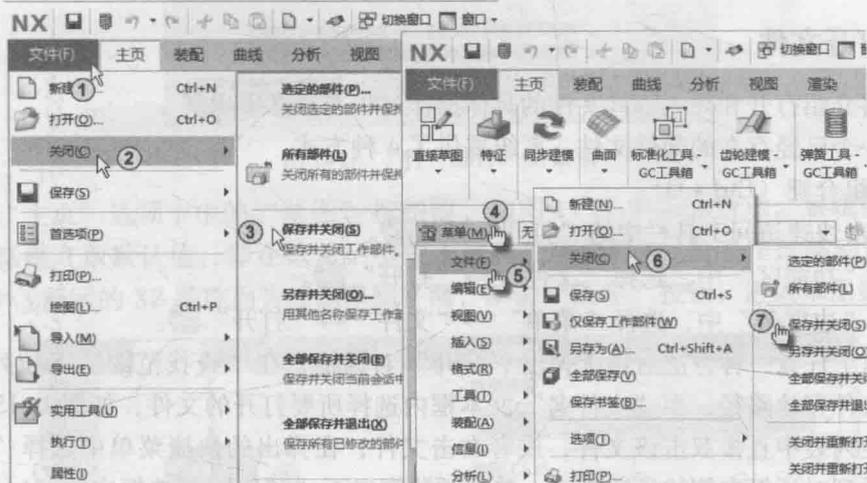

图 1-13 关闭
- 3) 在“功能区”中，选择“文件”→“关闭”命令后再选择一种方式来关闭。如图1-13中①~③所示。
- 4) 在“边框条”中，选择“菜单”→“文件”→“关闭”命令后再选择一种方式来关闭。如图1-13中④~⑦所示。